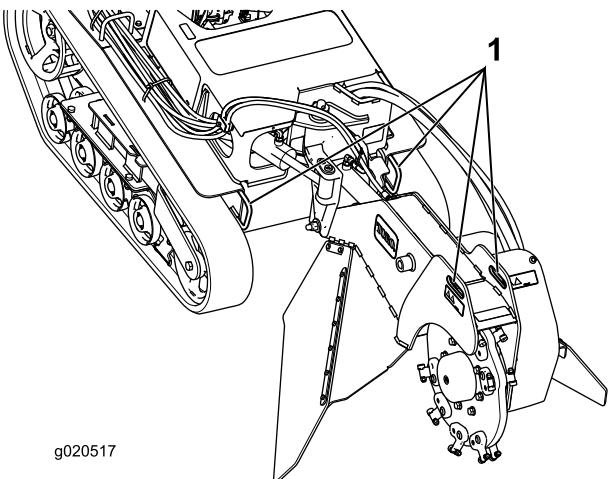
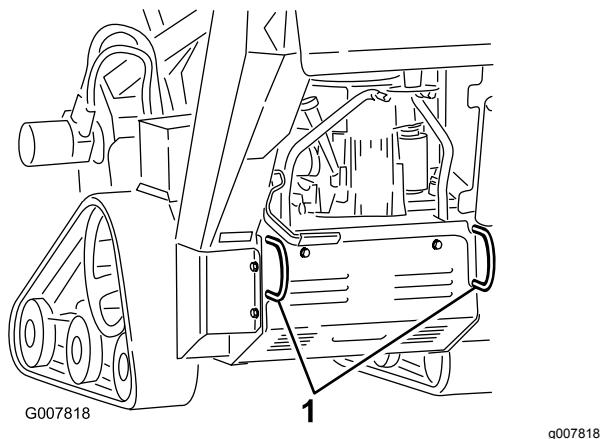

図 21
図 22
- マシンの前後にあるロープ掛けポイントを利用して、ロープやチェーンなど適切なものでトレーラーに機体を固定する 図 21 と 図 22。ロープ掛けや積荷固定についてはそれぞれの地域の法令などを順守してください。
ロープ掛けポイントを吊り上げポイントとして利用することができます 図 21 と 図 22。